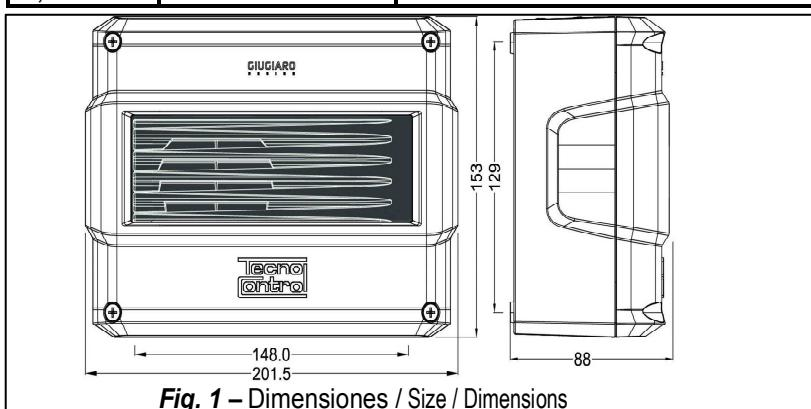

Fig. 1 – Dimensiones / Size / Dimensions
**Montaje:** La **Fig. 1** muestra las dimensiones del instrumento, que debe ir montado en la pared mediante cuatro anclajes. Si se instala en el exterior, deberá estar protegido de la lluvia o de la luz directa del sol. La **fig. 1** muestra las dimensiones.
**Mounting:** The Fig. 1 shows the instrument size. It has to be wall-mounted by four screw anchors. If installed outdoors, it must be protected from rain and from direct sunlight. In fig. 1 shows the dimensions.
**Fixation:** En figure 1 sont indiquées les dimensions de la SE301. La fixation s'effectue par des 4 vis et chevilles. Si elle est installée en extérieur elle doit être protégée de la pluie et du soleil.